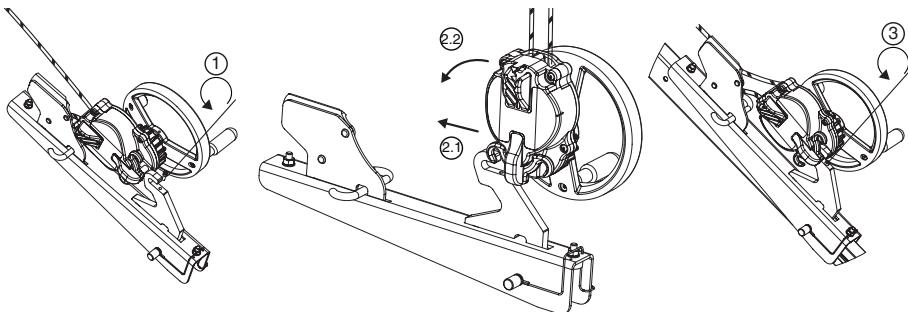

Fig. 8
### 6.3.4. Aparato derope™ UP R (Fig. 8, 9 y 10)
El aparato derope™ UP R debe ser fijado en la pata del trípode tracpode de Tractel® como está indicado en la Fig. 8. Cualquier otra fijación en otro punto del trípode tracpode de Tractel® está prohibida.
1. Destornillar el tornillo de bloqueo del gancho de enganche de la consola para aparato derope™ UP R (Fig. 8,1).
2. Colocar el aparato derope™ UP R en el gancho de enganche (Fig. 8, 2.1 – 2.2).
3. Volver a atornillar el tornillo de bloqueo para impedir que el aparato se despegue de su consola (Fig. 8, 3) y verificar que está bien colocado y apretado.